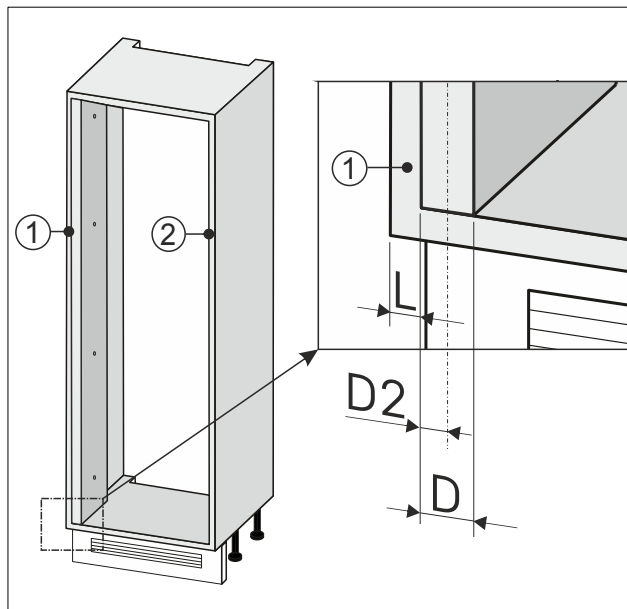

Fig. 89
- Merkitse seinätasauksen puolikas leveys Fig. 89 (D2) muistiin.